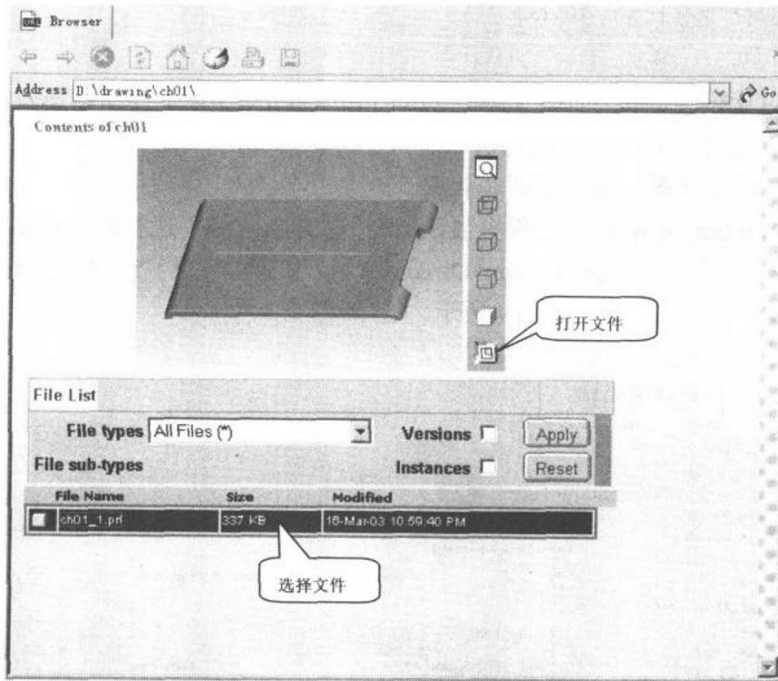

图 1-30
- ⇒ [在文件列表中单击“ch01_1.prt”文件，会在“Browser”栏中出现文件浏览框，如图 1-30 所示。可以看到浏览框中增加了 Shade 模式的预览功能，在浏览框中还可以通过鼠标来旋转、移动和缩放文件。单击  按钮，打开 ch01_1.prt 文件。在文件列表中也可以通过双击 ch01_1.prt 文件来打开它。]